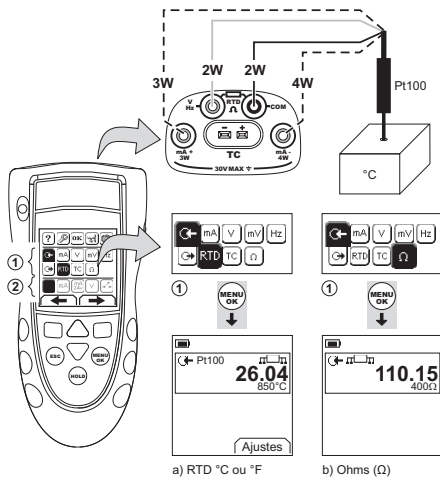
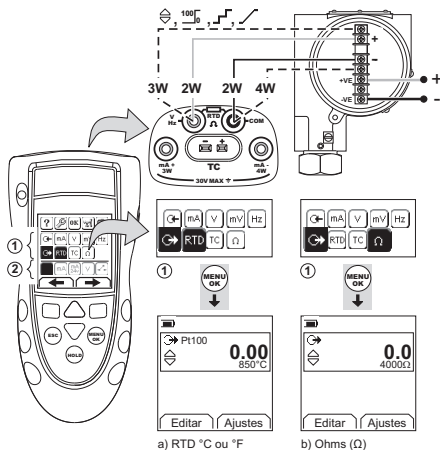

Figura 7: Exemplo de configuração: para medir os valores de temperatura ou resistência
Figura 8: Exemplo de configuração: para simular os valores de temperatura ou resistência
1. Conecte o instrumento (Figura 7 e Figura 8) e, se necessário, ajuste a Configuração (Tabela 1).